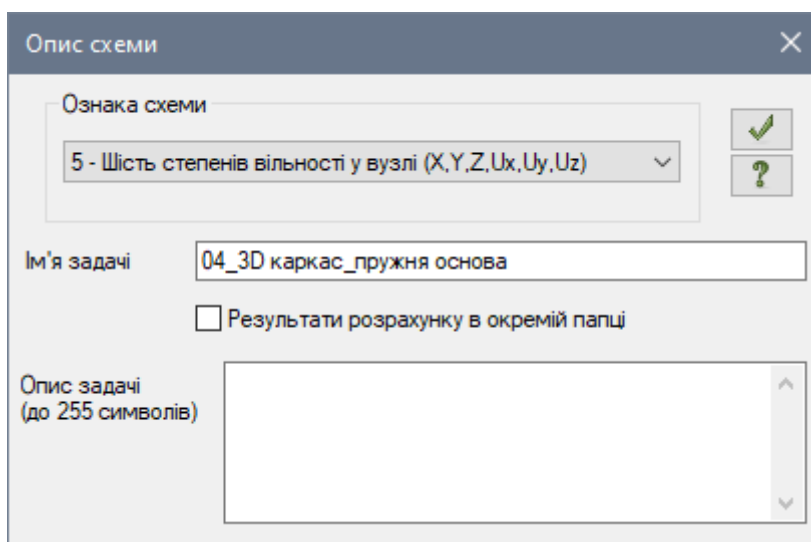

Рис. 4.2. Діалогове вікно Опис схеми
- У діалоговому вікні **Опис схеми** (рис. 4.2) задайте наступні параметри: